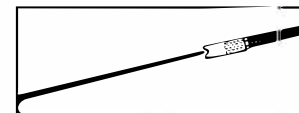

Figura 3 - Chorro fino de alto impacto
4. Presione el botón de bloqueo de disparo a través de la palanca del interruptor para bloquear el gatillo en la posición de apagado. Ver figura 3 y 4